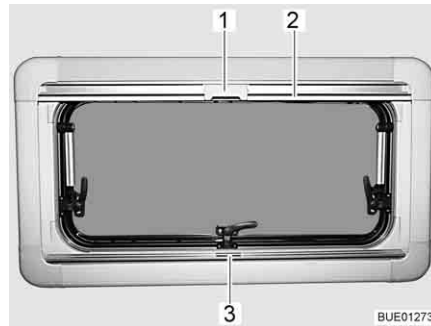

Bild 85 Överkantshängda fönster
Stänga: ■ Ta tag i mitten på plisségardinens list (Bild 85,3) och drag den nerifrån och uppåt och släpp den vid önskad höjd. Plisségardinen stannar på denna höjd.
Stänga: ■ Drag, med listen, (Bild 85,2) ner insektsnätet tills listen stöter mot plisségardinen (Bild 85,3).
■ Lås fast insektsnätets spärr (Bild 85,1) på plisségardinens list.
Öppna: ■ Tryck spärren (Bild 85,1) upptill på insektsnätet bakåt.
■ För långsamt tillbaka insektsnätet med listen (Bild 85,2).